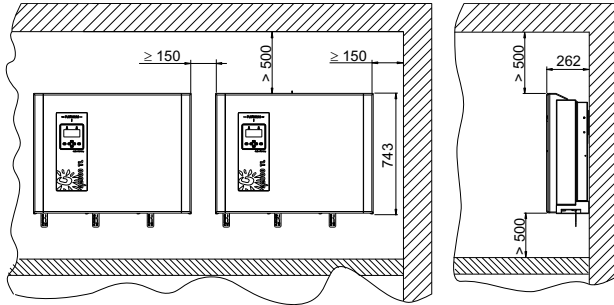

Abb. 6 Abstände bei der Montage der Wechselrichter (Angaben in mm)
- Prüfen, ob Mindestabstände vorhanden sind (siehe Abb. 6).